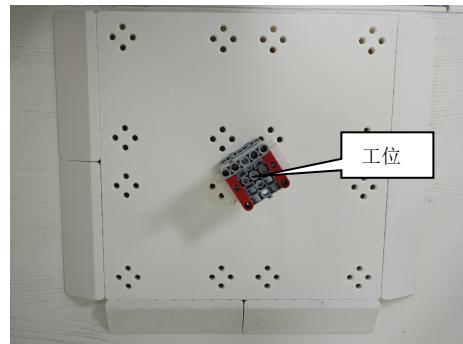

图 8 “工位”搬运至“装配工作台”上
**4.4.4** 若“工位”被成功放置在“装配工作台”上，且与场地无接触，则记 30 分；如图 8 所示。